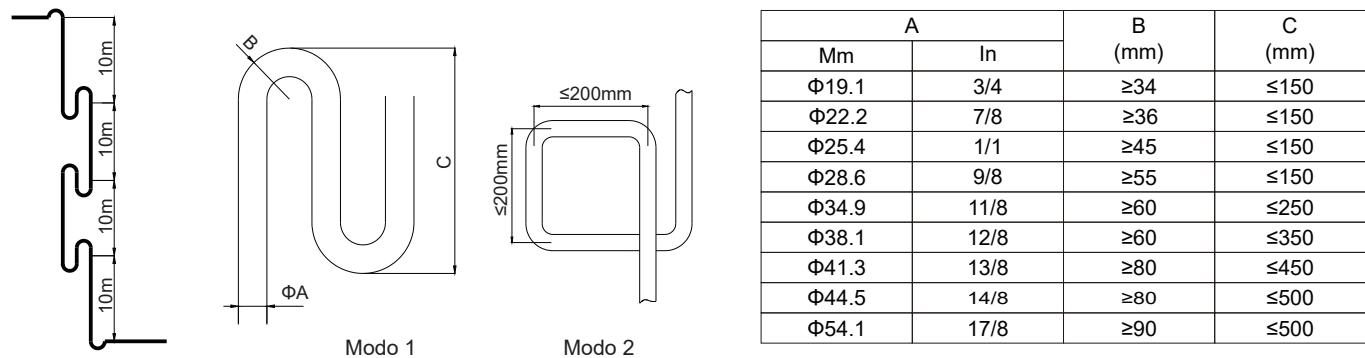

Fig. 4.2 Codo de retorno de aceite
3. Cuando la unidad exterior se encuentra en la posición superior y la diferencia de nivel es superior a 20 m, se recomienda instalar un codo de retorno de aceite cada 10 m en la tubería de gas de la tubería principal. Consulte la especificación del codo de retorno de aceite en la Fig. 4.2.